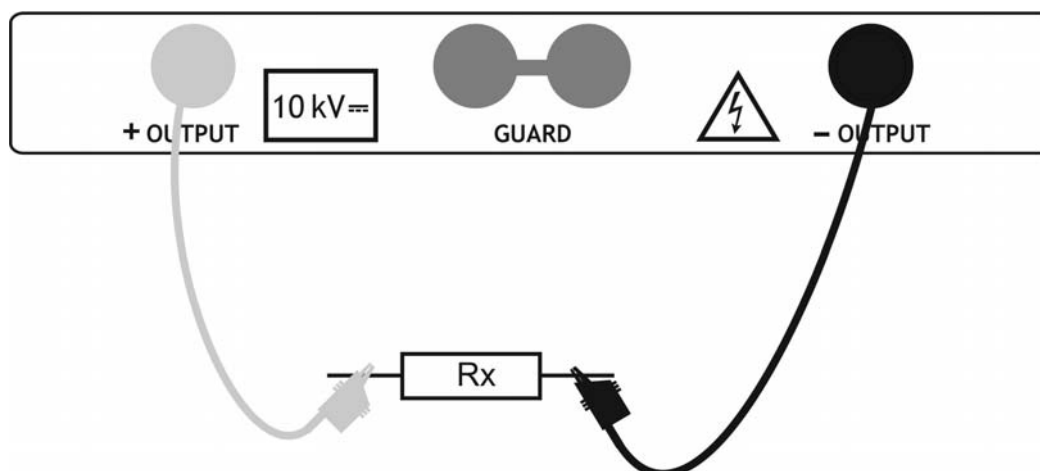

Fig. 42: Conexión del instrumento para aislamiento con rampa de tensión
4. Conecte la punta del Terminal 1 o del Terminal 2 (positivo) y el cable negro de los Terminales 2 (negativo) en el objeto en prueba(ver Fig. 42)